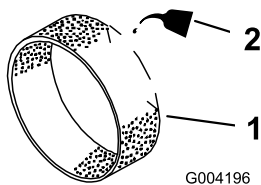

Figura 45
3. Applicare circa 30–60 ml d'olio sul prefiltro (Figura 45).